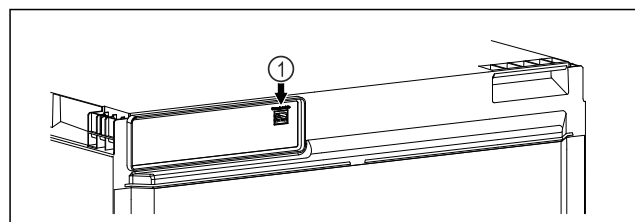

Fig. 19
- SmartModule Fig. 19 (1) ist eingesetzt.